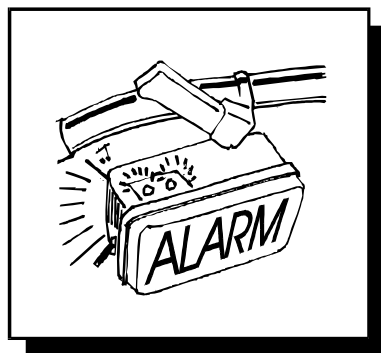

Fig. 10
- L'allumage du LED vert va indiquer l'enclenchement. Puisque la bâche de prévide est à vide, l'alarme va sonner et le LED rouge, clignotant, va s'allumer (Fig.10).